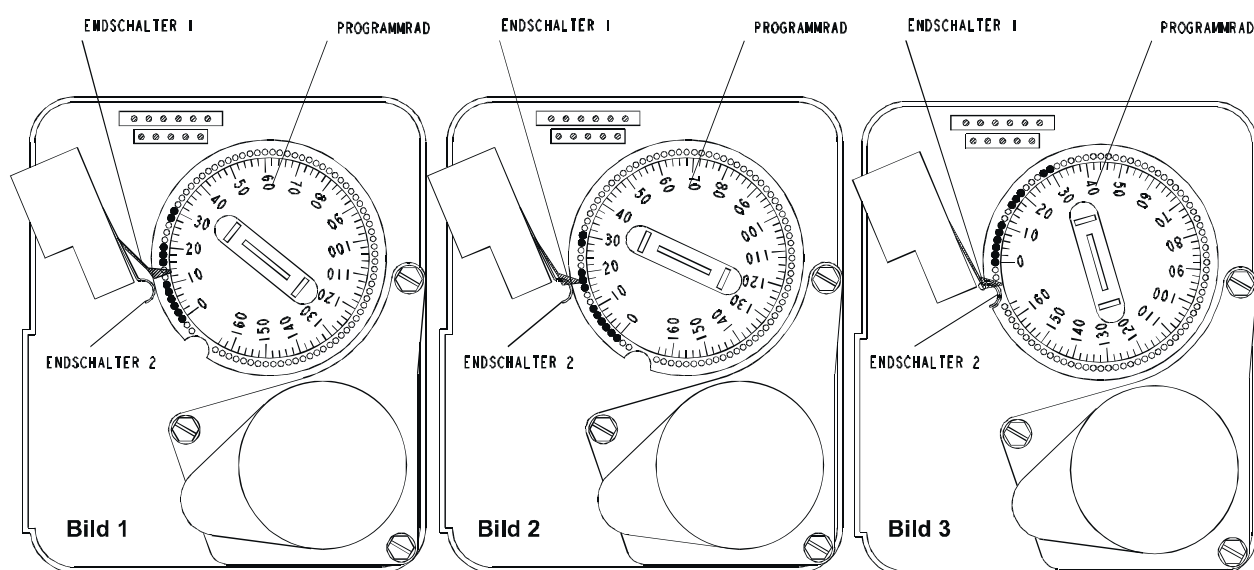

Abb. G-1: Zeitsteuerung Rückseite
- Timer nach rechts wegklappen und 10 Minuten warten bis Endschalter 1 frei ist (Abb. G-1, Bild 1) und der Stellmotor des Steuerkolbens steht.
- Warten, bis Endschalter 1 wieder gedrückt ist (Abb. G-1, Bild 2) und der Stellmotor des Steuerkolbens steht.
- Filter-/Entsäuerungsanlagen befindet sich wieder in Betriebsstellung, wenn Endschalter 1 und Endschalter 2 frei sind (Abb. G-1, Bild 3).